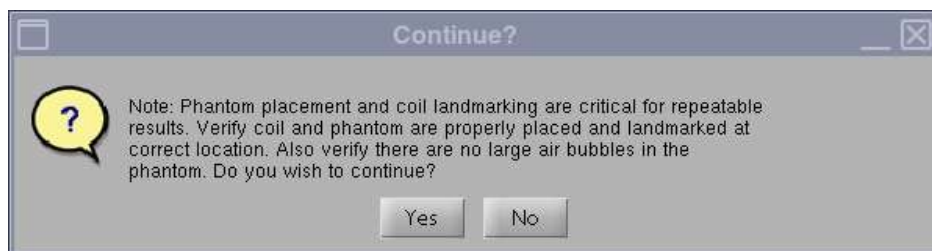

Abbildung 4
3. Beim Starten wird der Hinweis „Phantom placement and coil landmarking are critical for repeatable results“ (Phantomplatzierung und Spulmarkierung sind für reproduzierbare Ergebnisse wichtig) angezeigt. Wenn die Markierung richtig gesetzt wurde und sich keine Luftblasen im Phantom befinden, klicken Sie auf **[Yes]** (Ja), um fortzufahren. (Abbildung 4).